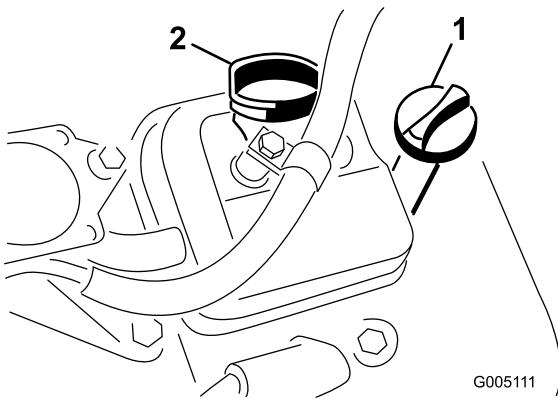

Рисунок 25
- Вставьте щуп в трубку и убедитесь в том, что он посажен до упора (Рисунок 25).